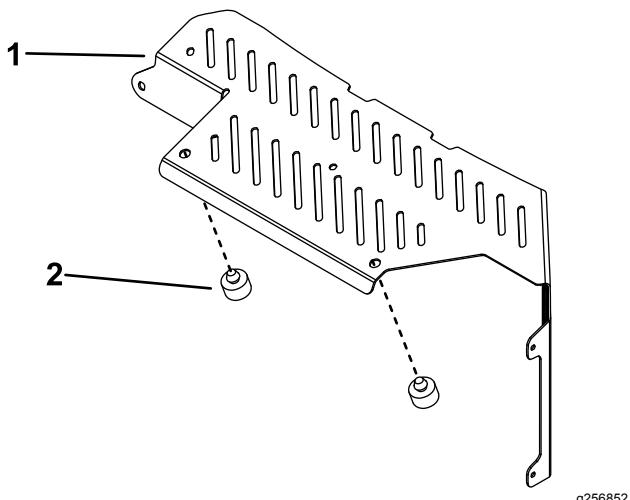

Figure 8
2. Montez les 2 butées sur l'écran pare-chaleur (Figure 8).